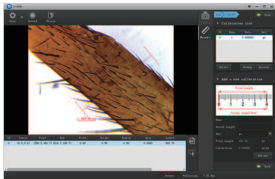

Figure 11
4. Cliquez sur la fonction "Modifier" pour étalonner plusieurs données de mesure de l'échantillon, et "Sauvegarder" peut sauvegarder et enregistrer les données d'étalonnage sous forme de fichier (Figure 11).